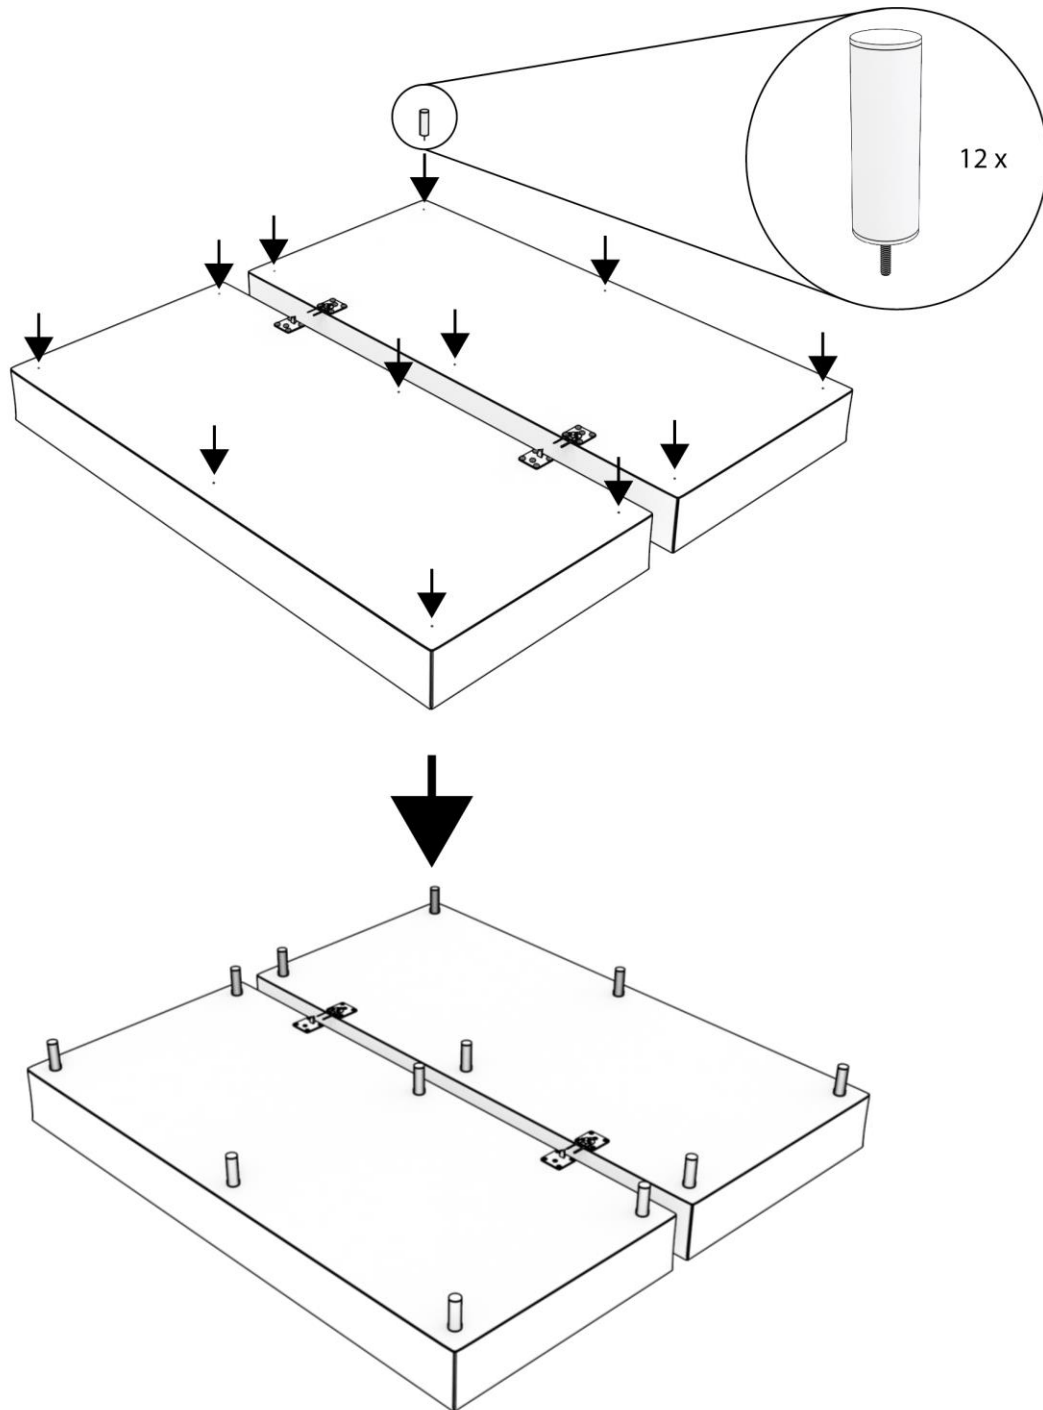

Abbildung 1: Festschrauben der Boxbeine. 6 Beine pro Box.
Schritt 1. Nehmen Sie die beiden Boxen, die den Boden des Wasserbettes bilden, und stellen Sie sie auf den Kopf, so dass der Boden der Boxen nach oben zeigt. Schrauben Sie dann die 6 Beine pro Box auf die Positionen der Schraubenlöcher, wie in Abbildung 1 dargestellt.